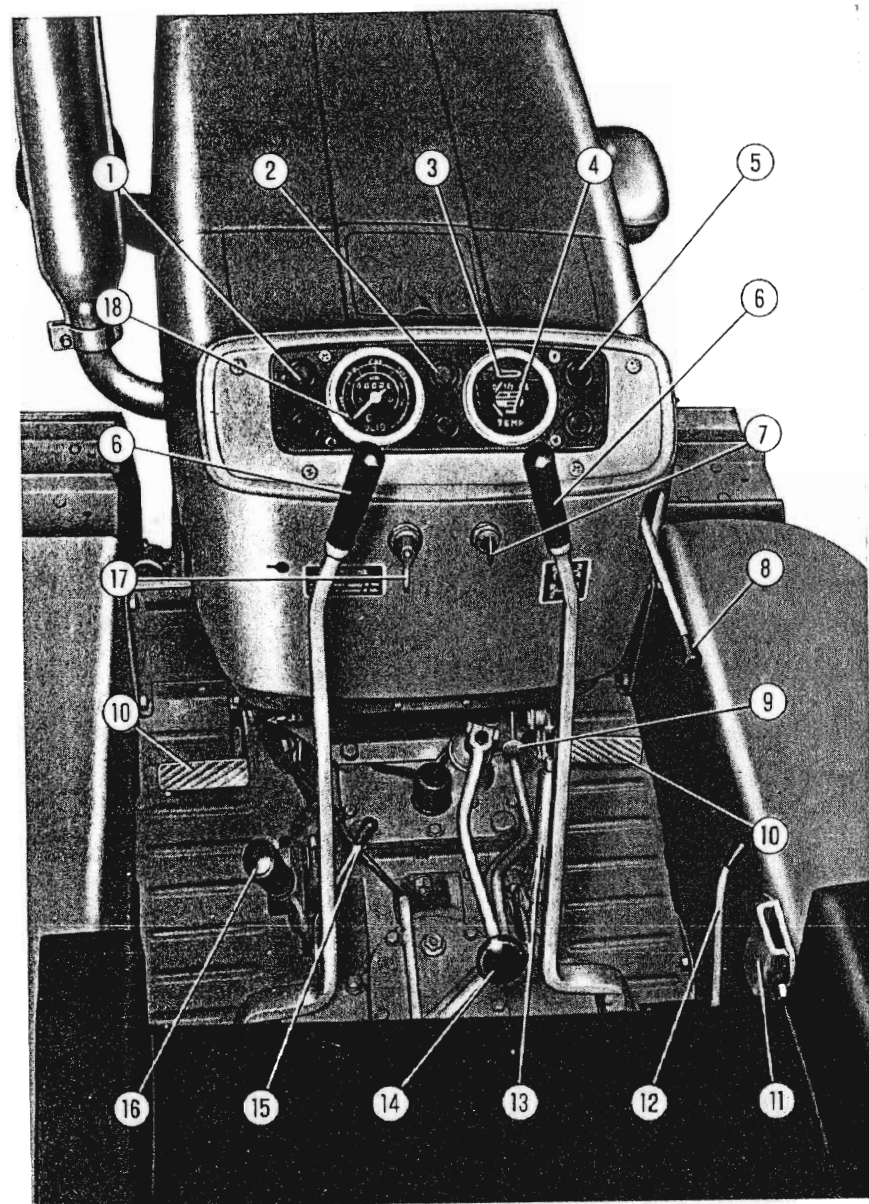

Fig. 4. - Apparecchi e comandi.
5. **Motore con pompa iniezione CAV:** spingere a fondo il tirante 9, fig. 4 e contemporaneamente ruotare la levetta del commutatore
- Ruotare ulteriormente, fin contro l'arresto 2, la levetta del commutatore d'avviamento e per motore con pompa iniezione CAV spingere a fondo il tirante 9, fig. 4. Appena il motore è avviato abbandonare la levetta (per motore con pompa iniezione CAV abbandonare anche il tirante).
Tirare a fondo il tirante 9, fig. 4. A motore fermo ruotare la chiave del commutatore dell'impianto elettrico (fig. 5) nella posizione 0 (oppure nella posizione 5 se necessita l'uso delle luci), per evitare che l'eccitazione dell'alternatore provochi la progressiva scarica della batteria.